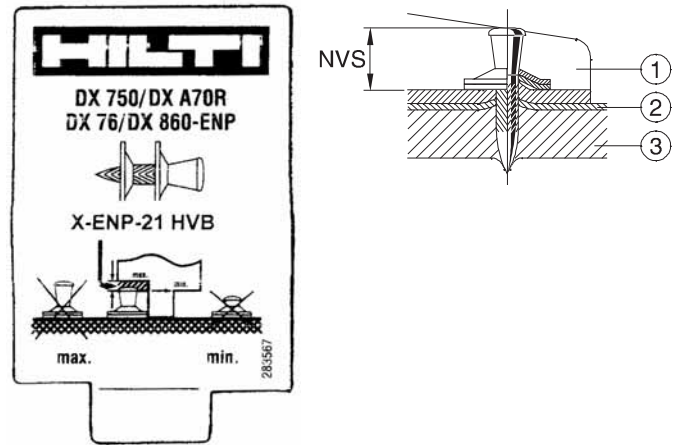

Figura 25. Plantilla de control de aplicación de clavo.
- Se debe usar la plantilla de control de la altura (figura 25).